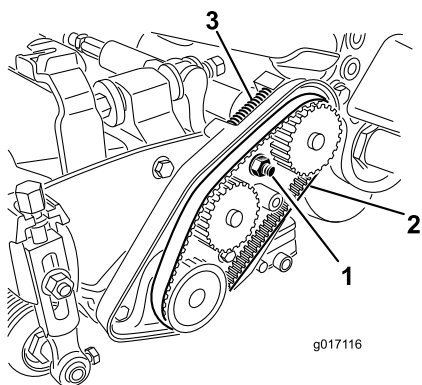

図 45
A. ベアリングハウジング取り付けナットをゆるめる図 45。
- C. ベルトケース内部や圧縮スプリングについているごみをきれいに取り除く図 45。